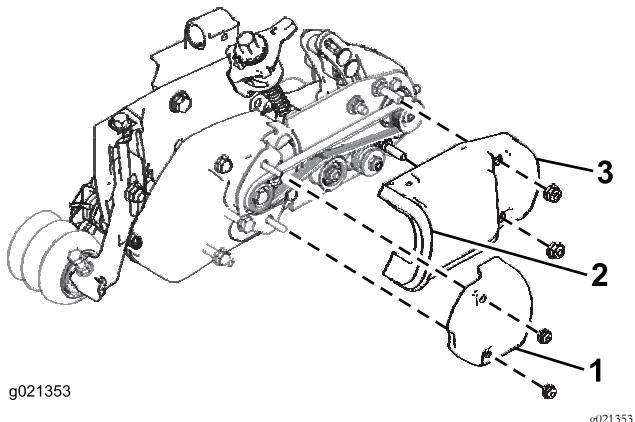

Figura 14
2. Montate il portello di accesso dell'elemento di grooming (Figura 14).